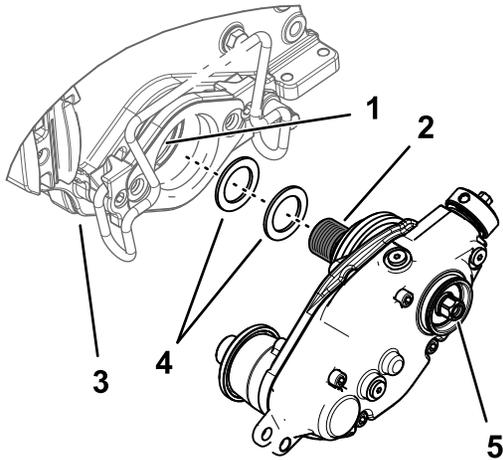

图 12
2. 如果疏草刀驱动箱安装在滚刀组的左侧应在黑色滚刀适配器的螺纹上安装 2 个填隙垫圈图 12。
4. 将疏草刀驱动箱添加到滚刀轴上 图 12。
6. 在固定滚刀的同时上紧驱动箱轴六角头的扭矩至 135150N·m 请参阅 图 12。